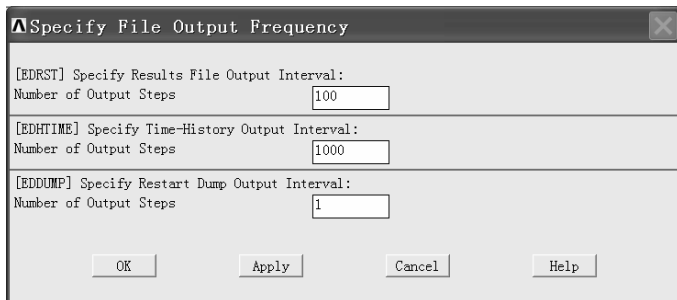

图 4-31 “Specify File Output Frequency”窗口
(4) 在“Specify Output File Types for LS-D...”窗口中“File options”后的方框中选择“Add”(单击该方框后的倒立三角形来选择), 在“Produce output for...”后的方框中选择“LS-DYNA”(单击该方框后的倒立三角形来选择), 然后单击该窗口中的“OK”按钮。
(5) 依次选择 Main Menu>Preprocessor>Solution>Output Controls>File Output Freq>Number of Steps, 弹出“Specify File Output Frequency”窗口(见图 4-31)。